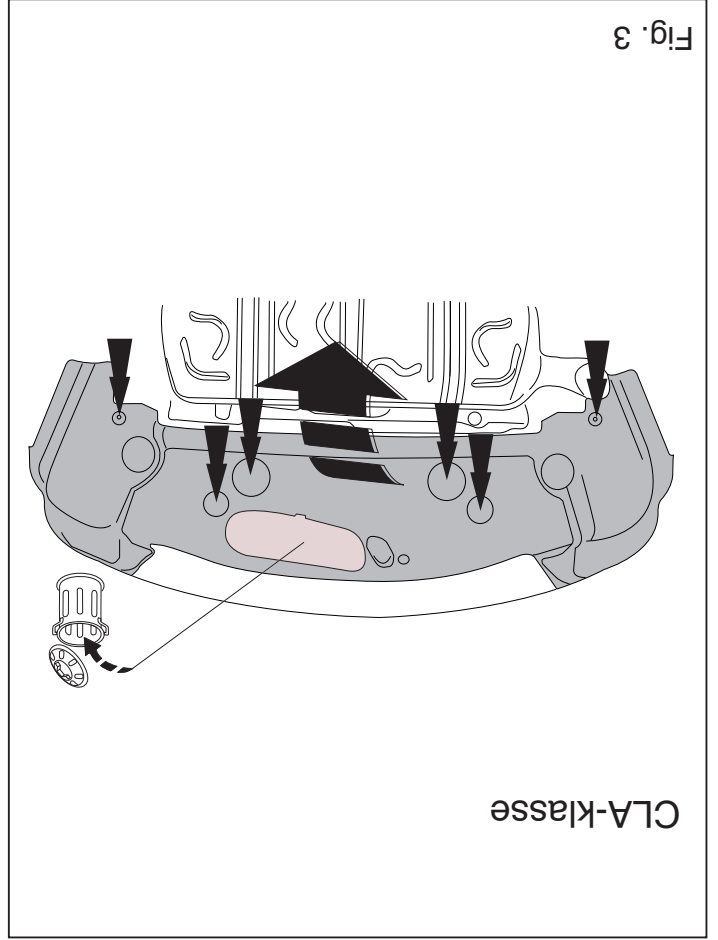

Fig. 3
2. Démontez la plaque de recouvrement en plastique au milieu de la partie inférieure. (voir la fig.3)
2. Ta bort plaststäckplattan mitt på undersidan. (se fig. 3).
2. Demonter kunststof dækkepladen midt på undersiden. (jævnfør fig. 3)
11. Smør kit på de markerede dele (jævnfør fig. 3).